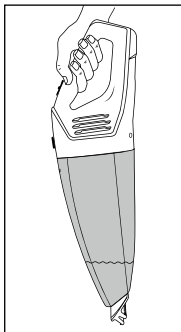

Fig. 2
- ▶ Hvis du har suget væske op, skal produktet altid bæres med vådmundstykket **1** nedad (se fig. 2):